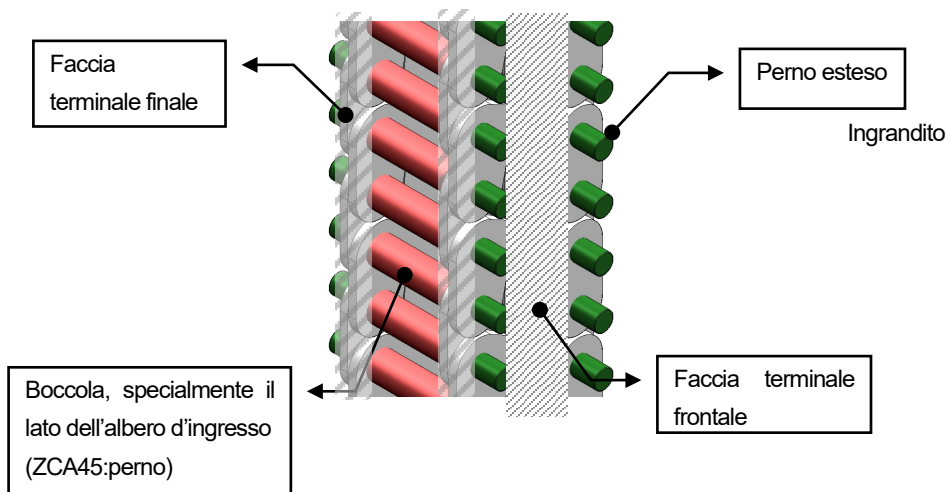

Fig. 7 Dove lubrificare la Zip Chain
2. Per lubrificare la Zip Chain, eliminare gli strati di grasso vecchio e applicare il grasso direttamente alla catena con un pennello. Fare riferimento alla fig. 7 per le posizioni di applicazione e alla tabella 11 per la quantità di grasso.
- Applicare il grasso direttamente sull'intera superficie esterna della Zip Chain utilizzando un pennello Riferimento a Tabella 12 e Fig.7